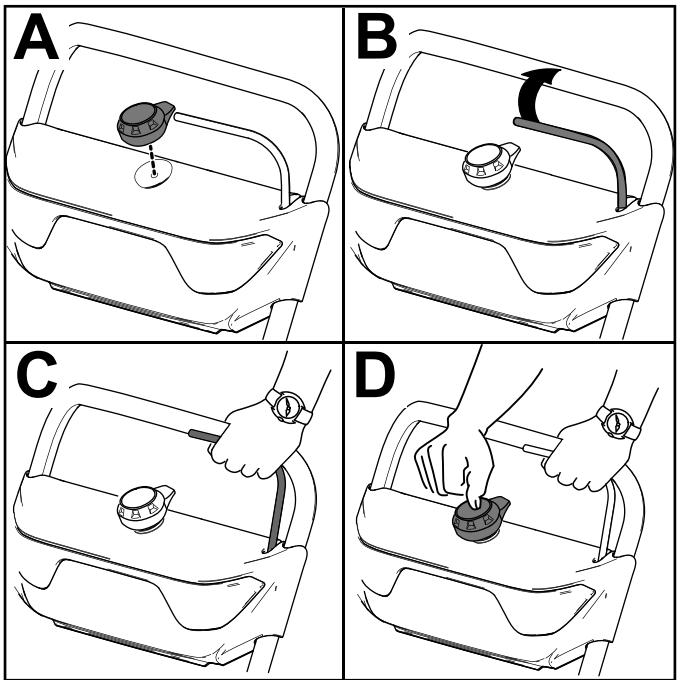

Figura 12
2. Inserte el botón de arranque eléctrico en el arrancador eléctrico (Figura 12, A).
3. Apriete la barra y sujetela contra el manillar (Figura 12, B y C).
4. Pulse el botón de arranque eléctrico hasta que el motor arranque (Figura 12, D).